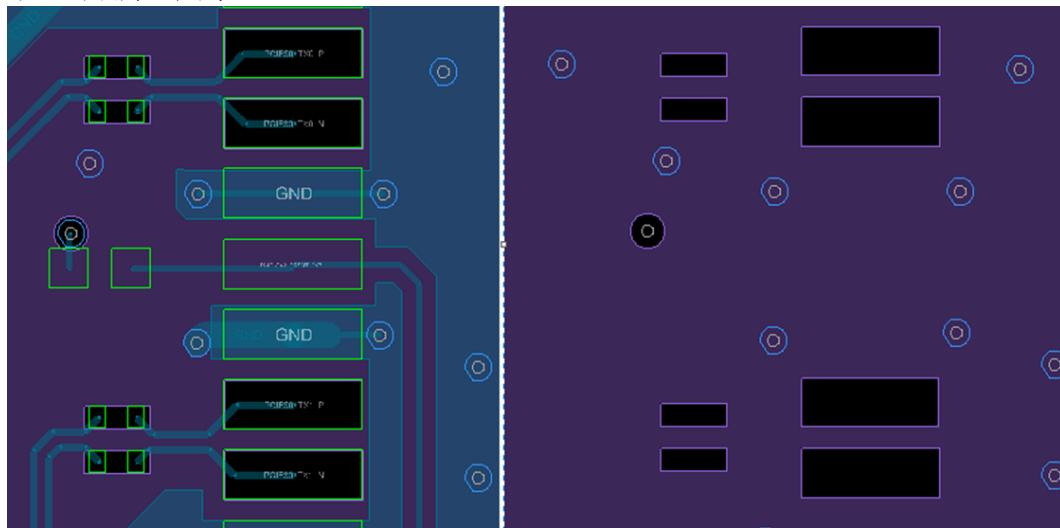

图 3 - 65 PCIe Slot的焊盘和AC耦合电容的焊盘的下方挖空示意图
- 如果有长距离走线, 建议考虑一下PCB玻璃纤维编织效应, 有条件的尽量避免长距离一个方向走线, 建议修改成10度的旋转走线方式或折线, 见图 3 - 63。